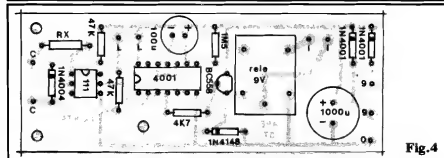

Fig. 4
(antenas) mais "bravas", situadas no alto do telhado (pode ser usada uma vareta simples, ou até antenas originalmente projetadas para comunicações ou para recepção de FM comercial...). A cabagem de "descida" dependerá da impedância natural da antena utilizada... Em qualquer caso, o "polo vivo" do cabo da antena deverá ser ligado ao ponto "A" da placa (ver fig. 6), enquanto que o outro polo ("terra") pode ser soldado diretamente à barra cobreada mais larga da placa (fig. 4), referente ao "terra" geral do circuito (linha do **negativo** da alimentação). Eventualmente o conjunto funcionará melhor com a intermediação de um **baloon** (pequeno transformador/casador de impedâncias, próprio para a "descida" de antena, e costumeiramente usado para acoplar cabos às entradas de aparelhos de TV ou video-cassetes...). Lembrem-se sempre: o REX-II é um circuito para **EXPERIMENTAÇÃO** e não pode ser esperado dele um desempenho (em sensibilidade, seletividade e volume/fidelidade de áudio) tão bom quanto o presente em receptores comerciais da faixa de VHF... Entretanto, se corretamente montado, e usado com paciência e bom senso, será uma fonte inesgotável de surpresas e "descobertas" (sabemos que os Hobbystas **adoram** essas possibilidades...). O espectro das comunicações em VHF é muito amplo e variado e - mesmo para os que não têm vocação para "araponga" - será muito gostoso ficar "xerecando" na faixa...!
- FIG. 4 - "CHAPEADO" DA MONTAGEM - Sem "segredos", bastando ao Leitor/Hobbysta a "tradicional" dose de atenção, principalmente quanto ao posicionamento dos componentes polarizados (Integrado, **opto-coupler**,